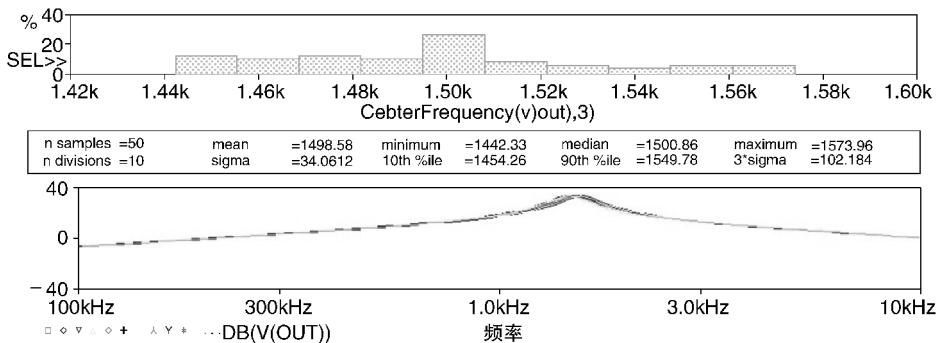

图 10.16 当元件的容差值变小时中心频率的统计分布数据
7. 把电阻容差修改为 1%，电容容差修改为 5%，对电路重新运行仿真分析。与上述性能分析步骤一致，对电路进行中心频率测量，仿真结果如图 10.16 所示。